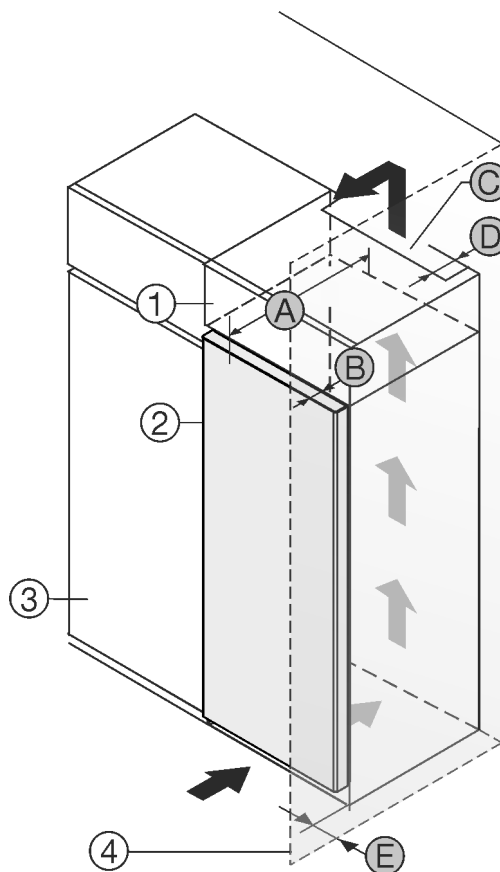

Fig. 1
- (1) Nadgradna omara *
- (2) Naprava *
- (3) Kuhinjska omara *
- (4) Stena *
- (A) Globina naprave *
- (B) Globina vrat *
- (C) Presek prezračevanja *
- (D) Odmik hrbtne strani naprave *
- (E) Odmik do strani naprave *
Aparat lahko postavite neposredno ob kuhinjsko omaro Fig. 1 (3)*.
Na zadnji strani nadgradne omare mora biti zaradi prezračevanja in odzračevanja po vsej širini nadgradne omare prezračevalni jašek globine Fig. 1 (D)*.
Pod stropom je treba upoštevati presek prezračevanja Fig. 1 (C)*.
Če aparat postavite s tečaji ob steni Fig. 1 (4), mora razdalja med aparatom in steno znašati vsaj 13 mm.*
Če aparat postavite s tečaji ob steni Fig. 1 (4), mora razdalja med aparatom in steno znašati vsaj 20 mm.*
Da lahko vrata povsem odprete, mora aparat štrleti ven vsaj za globino vrat Fig. 1 (B) glede na sprednji del kuhinjske omarice. Odvisno od globine kuhinjskih omaric Fig. 1 (3) in uporabe stenskih distančnikov lahko aparat štrli bolj ven.*